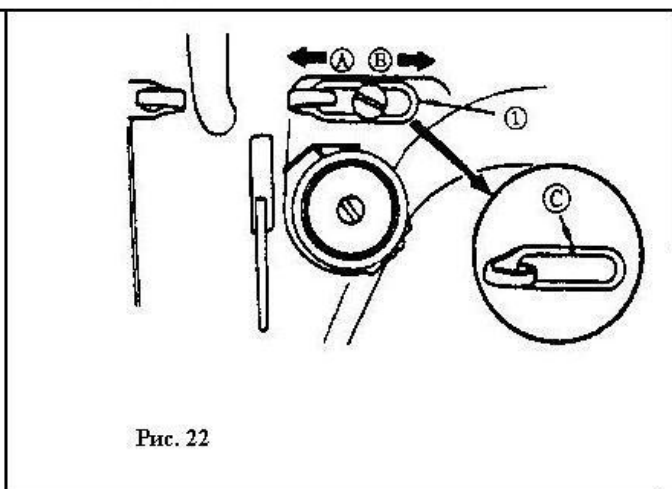

Рис. 22
16. РЕГУЛИРОВКА ХОДА НИТЕПРЯГИВАТЕЛЯ (Рис. 22).